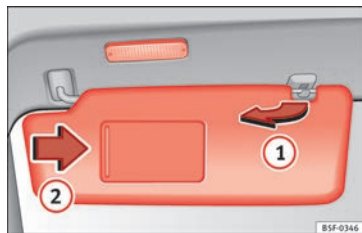

Fig. 139 Parasol.
- El parasol puede extraerse de la fijación y girarse hacia la puerta » **fig. 139 ①**.